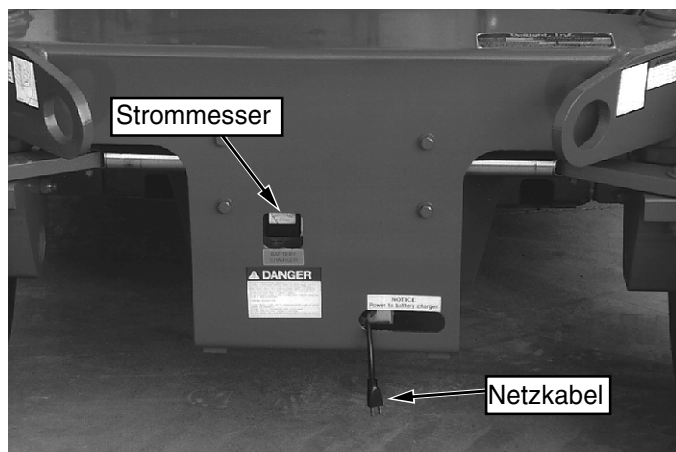

Abbildung 7: Batterie-ladegerät
3. Verlängerungskabel (Leiter mit mindestens 1,5 mm² (Drahtdurchmesser 12) und max. 15 m [50 Fuß] lang) mit dem Stecker des Ladegeräts verbinden, der sich hinter der Öffnung vor der Wagenbühne befindet (Abbildung 7). Verlängerungskabel in die einwandfrei geerdete Steckdose mit der richtigen Spannung und Frequenz einstecken. Das Ladegerät wird automatisch eingeschaltet. Sind die Batterien voll geladen, wird das Ladegerät automatisch abgeschaltet.
3. Der sich rechts oben am Fahrwerk befindliche Einfüllstutzendeckel ist zu öffnen (siehe Abbildung 7).